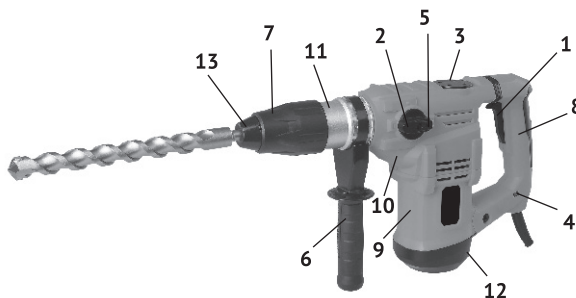

рис. 1
1.3 Перфоратор состоит из вертикально расположенного коллекторного двигателя в пластиковом корпусе (рис.1 поз.9) и металлического редуктора с кривошипно-шатунным механизмом, закрытых пластиковым корпусом (рис.1 поз.10). Крутящий момент с якоря электродвигателя через систему шестерён, передаётся на вал с патроном SDS – max (рис.1 поз.7), расположенный перпендикулярно оси двигателя. Кривошипно-шатунный механизм приводит в действие ударный узел перфоратора. В нижней части рукоятки находится индикатор сети (рис.1 поз.4).
В зависимости от вида выполняемой работы, в патрон SDS – max вставляется необходимая насадка (пика, долото, сверло) с соответствующим хвостовиком. Дополнительная рукоятка (рис.1 поз.6) хомутом крепится на корпусе ствола (рис.1 поз.11). Фиксируется, закручиванием рукоятки по часовой стрелке, в любом положении (от 0° до 360°), что удобно пользователю, как «правше», так и «левше».
1.4 Клавиша выключателя (рис.1 поз.1) расположена в передней части рукоятки, крепящейся: к корпусу двигателя – нижней частью и к корпусу редуктора – верхней частью. Включение/отключение инструмента осуществляется нажатием/отпуском
Сверху, на корпусе редуктора расположено окно смазки редуктора, закрытое крышкой (рис.1 поз.3). Перед каждым использованием инструмента, ключом (входит в комплект поставки) отвернуть крышку, проверить наличие смазки на кривошипно-шатунном механизме, при необходимости добавить из ёмкости, входящей в комплект.
Слева на корпусе редуктора расположен переключатель режимов работы (рис.1 поз.2). Он фиксируется в одном из трёх положений, отмеченных символами: «сверло с молотком» - сверление с ударом, «молоток» - долбление (без вращения) и символ «кружок» - стопор ствола. Нажав фиксатор (рис.1 поз.5) в торце ручки переключателя, поворотом ручки со стрелкой, совместить с нужным символом. Достигнув нужного положения, фиксатор возвращается в исходное положение, закрепляя ручку в выбранном положении.
Общий вид перфоратора представлен на рис. 1
При замене рабочих насадок следите за тем, чтобы колпачок (рис.1 поз.13), защищающий патрон от попадания пыли, не был повреждён.
- установить хомут на цилиндрическую часть корпуса ствола (рис.1 поз.11);
- при работе в режиме сверление с ударом, и переключатель (рис.1 поз.2) в положении «сверло с молотком»;
- при работе в режиме долбление, переключатель (рис.1 поз.2) в положении «молоток».
- при замене насадок в патроне переключатель (рис.1 поз.2) в положение «кружок»
3.2 Для замены щёток необходимо открутить крышку корпуса двигателя (рис.1 поз.12). Щётки следует заменять парой для обеспечения равной степени их давления на коллектор якоря.